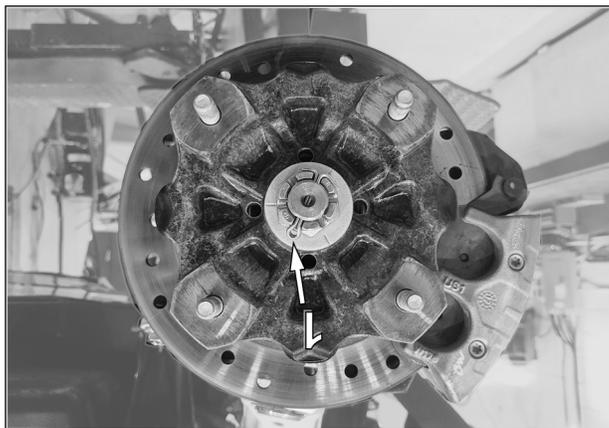

Fig. 17
7. S'assurer que la goulotte fendue (1) ne produise aucune interférence lors de l'assemblage du moyeu du système. Le moyeu du système de traction doit se positionner sans résistance au moyeu du véhicule. Voir la Fig. 17